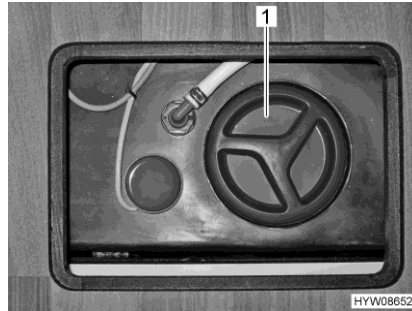

Bild 156 Reinigungsöffnung (Abwassertank)
- Reinigungsöffnung (Bild 156,1) am Abwassertank und den Ablasshahn öffnen.